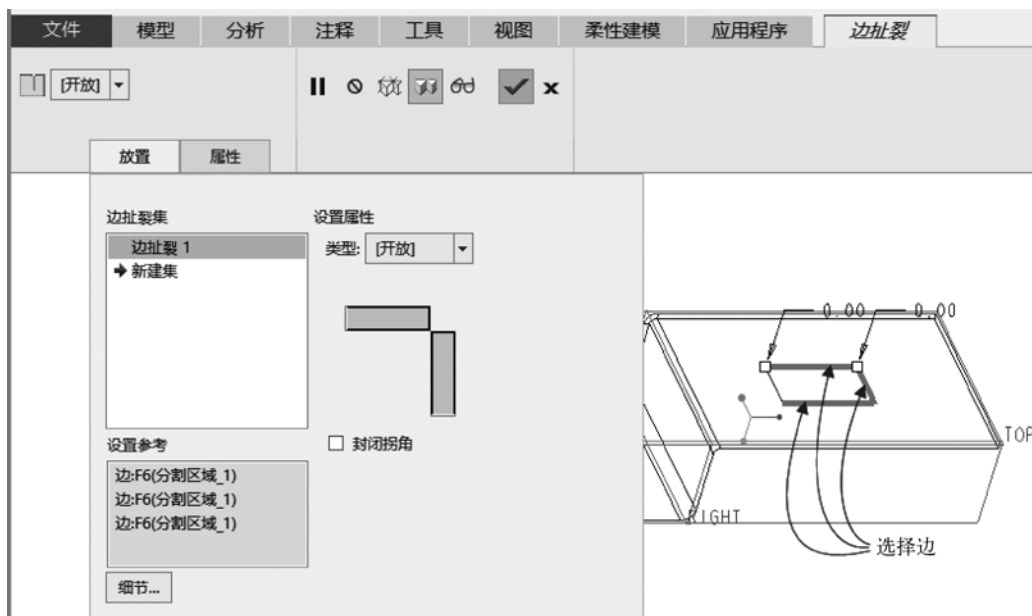

图 5-36 选择要扯裂的边
(1) 在功能区“模型”选项卡的“工程”组中单击“扯裂”→  (边扯裂) 按钮, 打开“边扯裂”选项卡。
(2) 在“边扯裂”选项卡中打开“放置”面板, 选择要扯裂的 3 条边, 如图 5-36 所示, 注意选择其中第 2 条和第 3 条边时需要同时按住〈Ctrl〉键, 这样使所选的 3 条边均属于“边扯裂 1”集。边处理类型默认为“[开放]”。